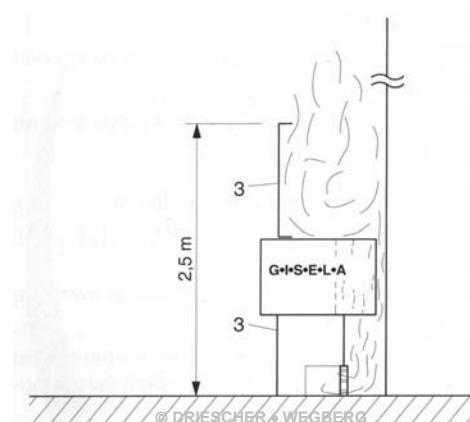

Bild 5 /
- Bei hohen Bauwerken (z.B. Turmstationen) das Raumvolumen oberhalb der Schaltanlage als Druckentlastungsbereich nutzen. Hierbei eine druckfeste Verblendung bis zu einer Höhe von 2,5m einbauen, um den Bedienraum vor heißen Gasen zu schützen. (Bild5)